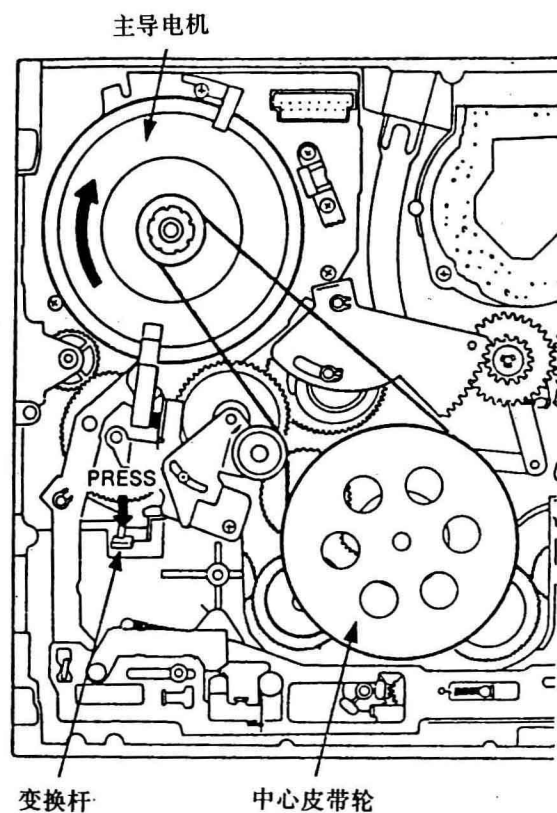

图34
- ③在推动变换杆的同时, 顺时针转动主导轴电机直到加载完成, 如图34所示;